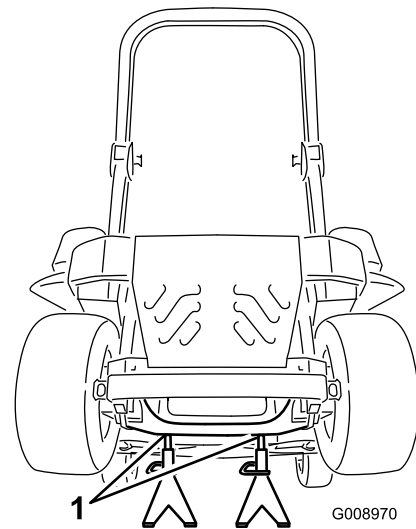

Figura 95
3. Levante la máquina y apóyela sobre gatos fijos (Figura 95).
9. Retire los gatos fijos y baje la máquina (Figura 95).